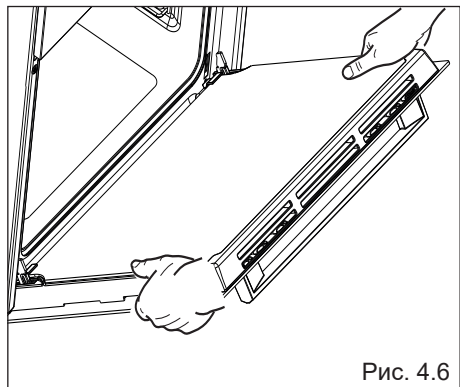

Рис. 4.6
- Возьмитесь за дверцу, как показано на рис. 4.6.